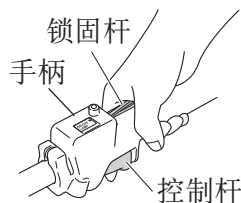

图 24
- 从上面握住手柄，按下锁固杆并拉控制杆，起动机龙头旋转。(图 24)